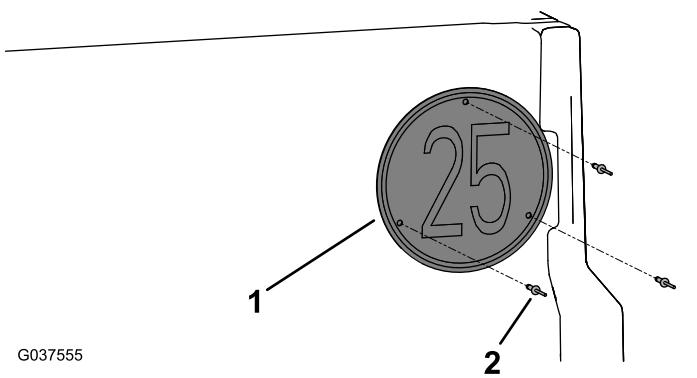

Bild 14
- Befestigen Sie das Geschwindigkeitsschild an der Heckklappe mit drei Blindnieten ($3/16'' \times 15/16''$), wie in **Bild 14** abgebildet.